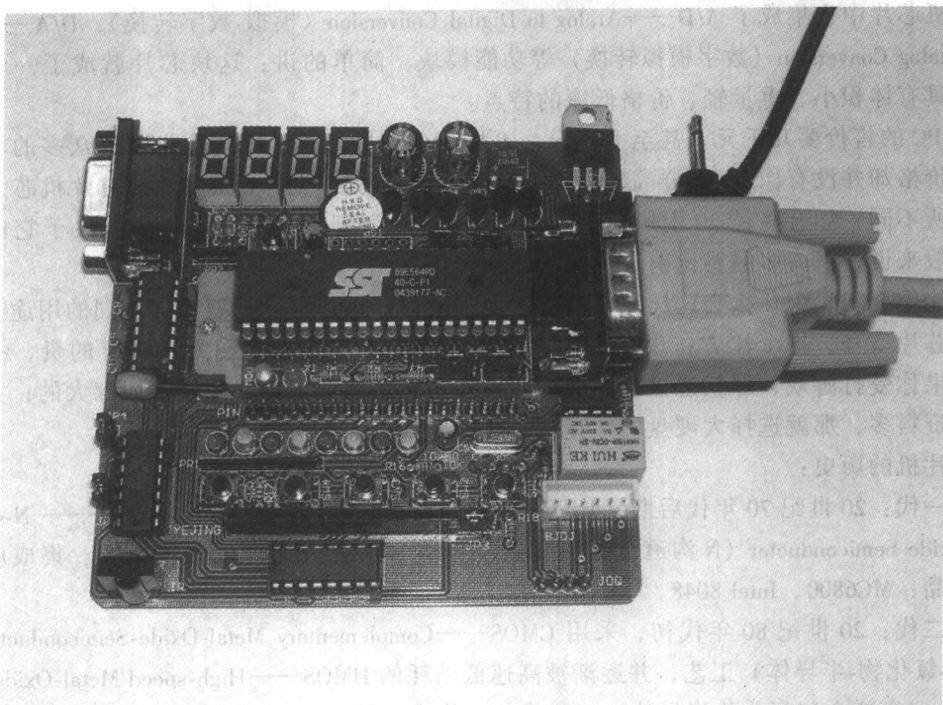
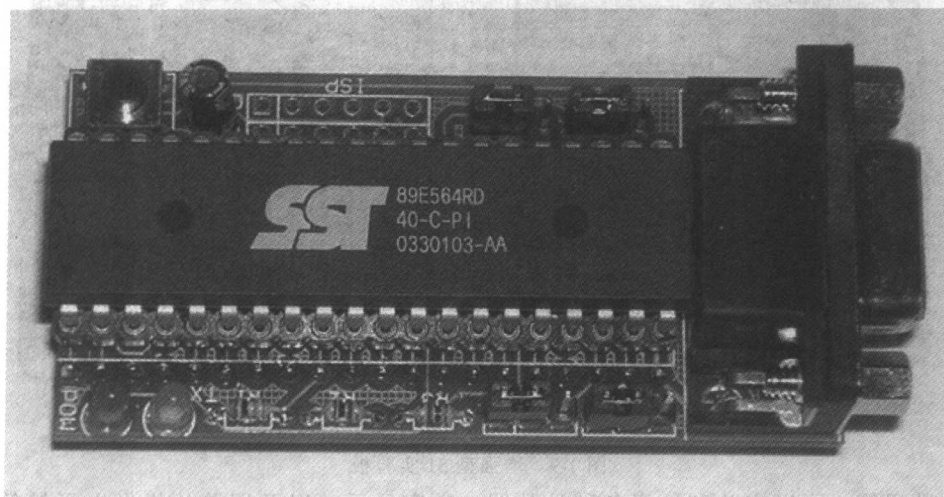

图 1-1 数码管显示实例
图 1-10 微型 51 仿真器
1) 应用实例之一：如图 1-1 所示，电路板左上角显示“8.8.8.8”数字字样，其显示部件叫“七段数码管”，它在家电及工业控制中有着很广泛的应用，例如用来显示温度、数量、重量、日期、时间等，具有显示醒目、直观的优点。如果你弄明白了数码管显示的基本原理知识，做一些电子钟、计数器之类的应用系统将不成问题。
序中是否有问题存在,所以叫做仿真。使用仿真器就不必为了改程序而反复地烧写芯片,同时可以使用单步运行、指定端点停止等功能,调试方面极为方便。仿真器的实物图如图 1-10 所示。在早些年前,因为 51 芯片的存储器是 EPROM 的,反复烧写的寿命非常有限,开发程序只能靠专业的昂贵的专业仿真器来完成,排除了所有错误之后再再将 HEX 或 BIN 文件一次写入单片机芯片内。现在,有了内部含有闪存的单片机之后,才使反复烧写试验成为可能,但是也还是无法实现像仿真器那样的实时调试,学习效率自然要低很多了。图 1-1 中,插在实验板上的那个设备就是仿真器。